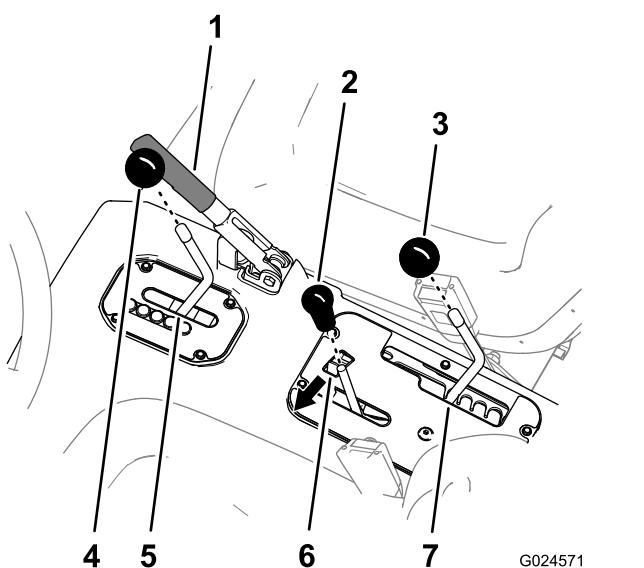

図 4
1. コンソールのレバーについているノブ、トランスミッションレバーのノブを全部外すノブはどれも左に回すと外れる図 4。